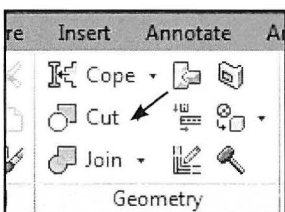

Fig. 17.24. Vælg Cut under Modify.
- Klik *Cut* (Fig. 17.24) (Hvis den ikke er synlig ligger den under *Modify* fanebladet).